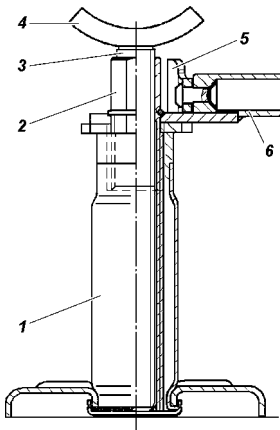

Рис. 10.1. Домкрат:
**Домкрат** (рис. 10.1 или 10.2) предназначен для вывешивания колес автомобиля при его техническом обслуживании или ремонте. Грузоподъемность домкратов 2 т. Наибольшая высота подъема домкрата, приведенного на рис. 10.1 - 240 мм, на рис. 10.2 - 295 мм.
**Последовательность действий для вывешивания колеса при применении домкрата, приведенного на рис. 10.1:**